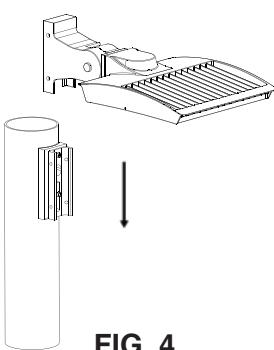

FIG. 4
2. Insérez le luminaire dans l'adaptateur (voir la FIG. 4).